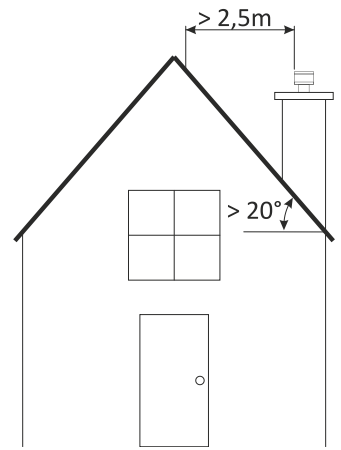

Figura 9
- La parte superior de la chimenea debe sobrepasar como mínimo un metro por encima de la parte más alta (cumbre) del tejado. Esta exigencia es eludible en el caso de tejado con pendiente superior a 20°, si la terminación de la chimenea se encuentra a una distancia horizontal al tejado superior a 2,5 metros, como en la *figura 9*.